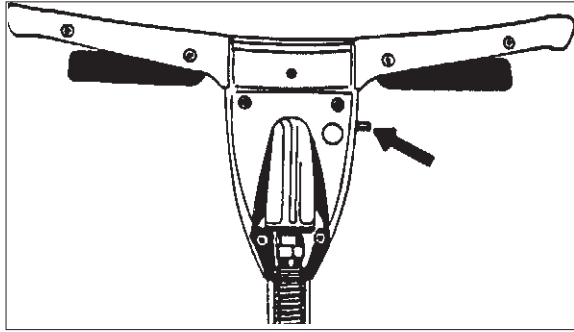
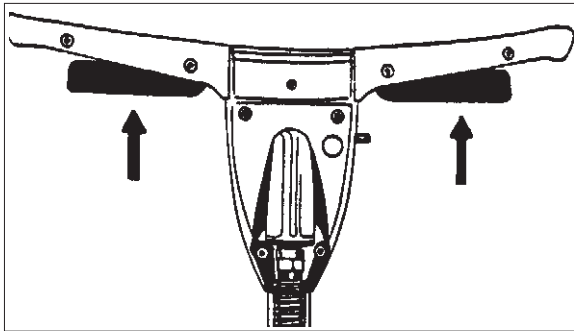

Figure 8
Figure 8A
The switch to start and stop the machine is activated by the interlock switch (Fig. 8) and the levers (Fig. 8A) under the handle grips.
3. Push the interlock switch (Fig. 8), and apply pressure to the levers (Fig 8A).
El interruptor de arranque/parada se opera empujando el botón de cierre de seguridad (fig. 8) y usando las palancas (fig. 8A) situadas debajo del mango de mando.
3. Empuje el botón de cierre (fig. 8) y presione con las manos sobre las palancas (fig. 8A).
L'interrupteur de marche/arrêt est activé par pression sur le bouton de verrouillage de sécurité (fig. 8) et par les leviers (fig. 8A) situés sous la poignée de commande.
3. Pousser sur le bouton de verrouillage (fig. 8) et appliquer une pression des mains sur les leviers (fig. 8A).